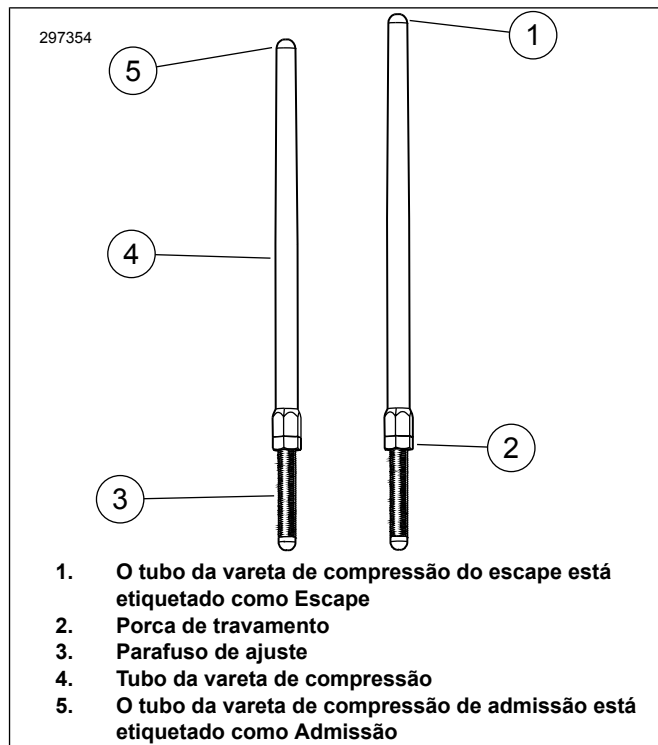

Figura 1. Vareta de compressão ajustável
6. Figura 1 Solte a porca de travamento de todas as varetas de compressão e ajuste-as com o comprimento mais curto.